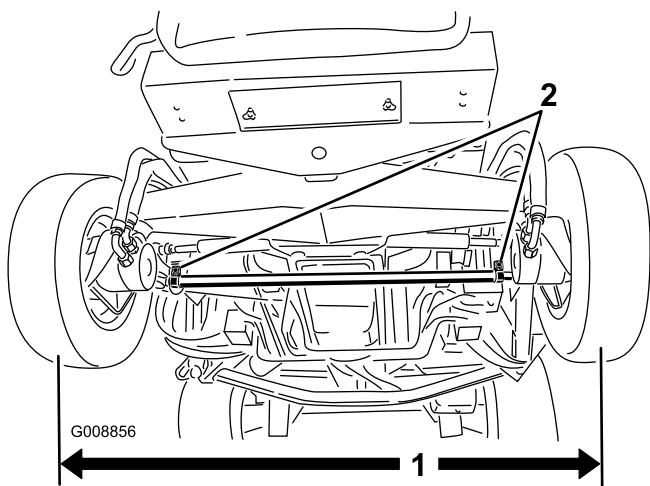

図 76
2. 調整は、まずタイロッド両端のクランプをゆるめる（図 76）。
1. 後輪の前と後ろで、左右のタイヤの中央線間 距離を測る（アクスルの高さ位置で計測） （図 76）。前での測定値が、後ろでの測定 値より小さく、その差が 3mm を超えなければ 合格とする。